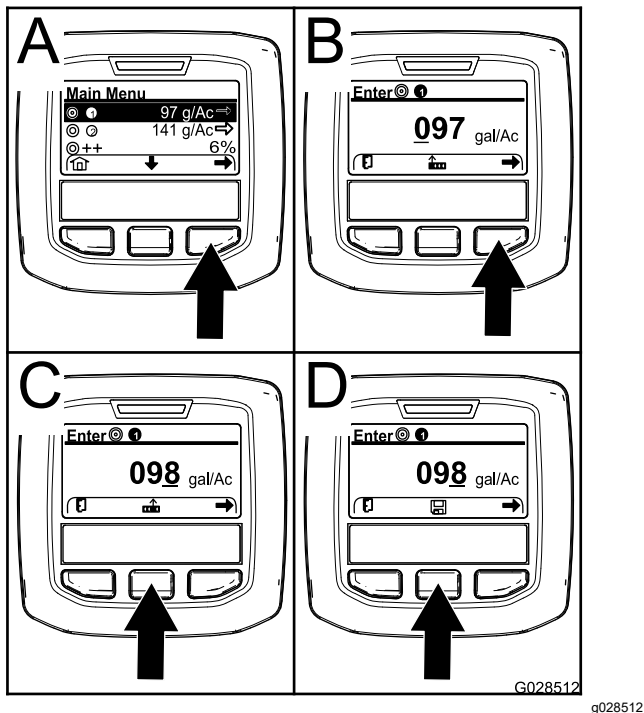

Figura 66
2. Dacă este necesar, apăsai pe butonul central de selectare pentru a evidenția rata de aplicare pentru programul 1 al pulverizatorului (Figura 66).